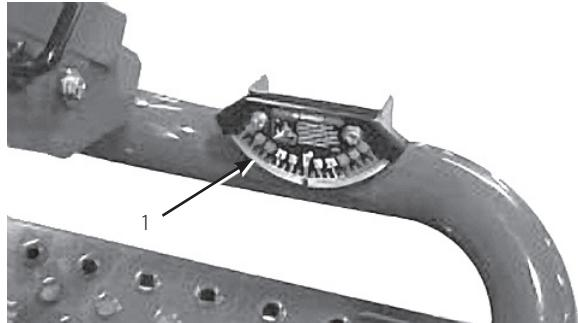

図 7
2. 機体のクロスピーム（燃料タンク脇）に携帯斜面計（付属品）を置いて、機体が水平になっていることを確認する（図7）。このとき、運転席に座った状態で、機体に装着されている傾斜計の読みが0°であれば問題ない。